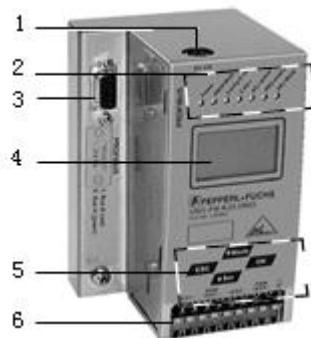

图 1.2 AS-i/PROFIBUS 网关前面板
AS-i/PROFIBUS 网关前面板如图 1.2 所示。
(2) 参照图 1.2 和图 2.1.1 对 AS-i/PROFIBUS 网关前面板对网关的 7 个 LED 灯和 4 个按钮的功能进行了解和认识。
(3) 本 AS-i 总线系统符合新技术规范，一个系统中可带有开关量模块 62 个，编址时分 A/B，即 1-31A 和 1-31B；而模拟量模块编址时不分 A/B，必须占用 1-31 中的一个独立地址。